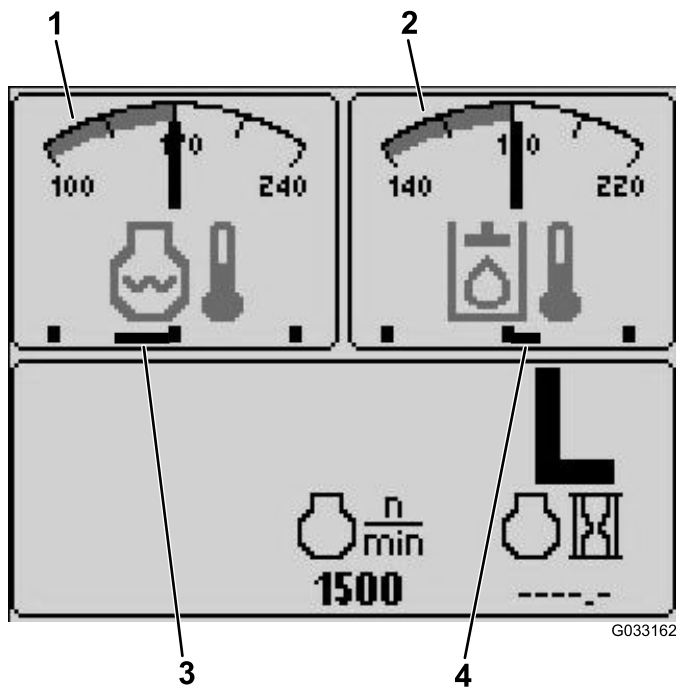

Figura 5
- Indicador de temperatura del fluido hidráulico y los ventiladores — pantalla superior derecha (Figura 5)
- Indicador de la temperatura del refrigerante del motor y los ventiladores — pantalla superior izquierda (Figura 5)
Nota: En el ejemplo de la Figura 5, los ventiladores de refrigeración del motor están funcionando al 50% en dirección hacia atrás.
La dirección de los ventiladores se indica también en la pantalla de temperatura del refrigerante del motor y la pantalla de temperatura del fluido hidráulico. Si la barra está a la derecha de la marca central, los ventiladores funcionan en dirección hacia adelante. Si la barra está a la izquierda de la marca central, los ventiladores funcionan en dirección hacia atrás (Figura 5).
Muestra la temperatura del fluido hidráulico y el estado del ventilador de refrigeración (Figura 5).
Muestra la temperatura del refrigerante del motor y el estado del ventilador de refrigeración (Figura 5).